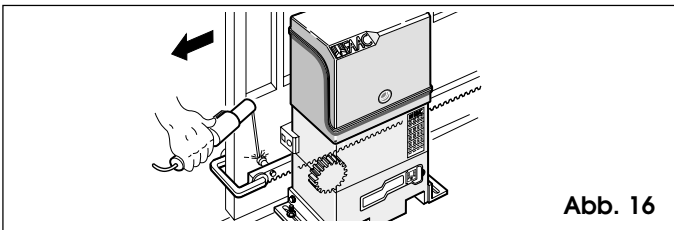

Abb. 16
- 3) Den ersten Teil der Zahnstange auf dem Ritzel bündig auflegen und den Gewindesperrzahn wie in Abb.16 gezeigt auf das Tor schweißen.